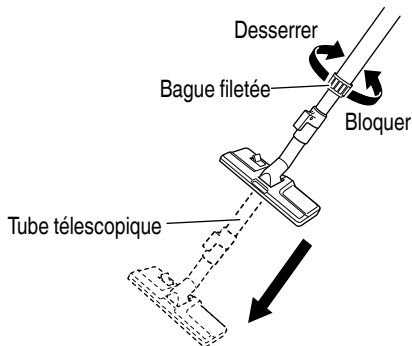

Fig. 17
- (2) Ensuite, desserrez la bague fileté sur le tube télescopique et ajustez à la longueur appropriée pour la tâche. Après ce réglage, assurez-vous que la bague fileté est solidement fixée en la serrant fermement. (Fig. 17)